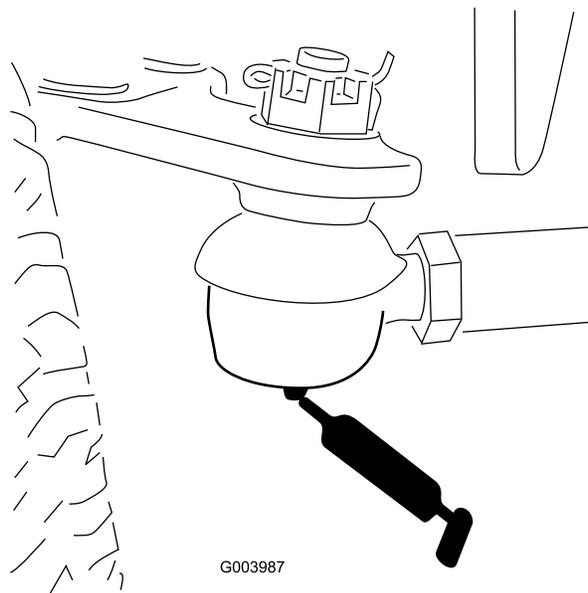

Figura 56
- Barra de ligação do eixo traseiro (2) (Figura 56)